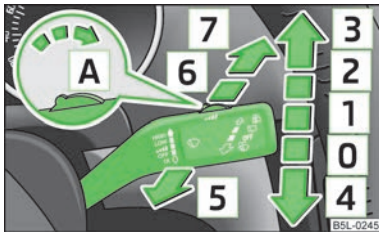

Fig. 36
- Când ștergătoarele funcționează încet [2] » fig. 36 la pagina 50 sau rapid [3] și viteza de deplasare a autovehiculului se reduce sub 4 km/h, se va comuta automat pe o treaptă imediat inferioară de ștergere. La creșterea vitezei peste 8 km/h se va relua ștergerea existentă anterior.
- Dacă doriți să ștergeți parbrizul **scurt**, apăsați maneta în poziția asistată de arc [4] » fig. 36. Dacă maneta este ținută în poziția de jos pentru mai mult de 1 secundă, ștergătorul șterge mai rapid.
- Aduceți maneta în sus, în poziția [1] » fig. 36.
- Aduceți maneta în sus, în poziția [2] » fig. 36.
- Aduceți maneta în sus, în poziția [3] » fig. 36.
- Trageți maneta spre volan în poziția asistată de arc [5] » fig. 36, instalația de spălare funcționează imediat, ștergătoarele de parbriz vor intra în funcțiune ceva mai târziu. La o viteză peste 120 km/h instalația de spălare și ștergătoarele de parbriz vor acționa concomitent.
- Aduceți maneta în poziția [1] » fig. 36.
- Apăsați maneta în sens opus volanului, în poziția [6] » fig. 36, ștergătorul șterge la fiecare 6 secunde.
- Apăsați maneta în sens opus volanului, în poziția asistată de arc [7] » fig. 36, instalația de spălare funcționează imediat, ștergătorul de parbriz intră în funcțiune ceva mai târziu. Ștergătorul și instalația de spălare funcționează atât timp cât se menține maneta în această poziție.
- Aduceți maneta la loc, în poziția de bază [0] » fig. 36.
Când maneta ștergătoarelor de parbriz se află în poziția  » fig. 36 la pagina 50, respectiv , la o viteză mai mare de 5 km/h, se va realiza o ștergere a lunetei, la fiecare 30 secunde, respectiv 10 secunde.
- Apăsăți de cinci ori succesiv în interval de 5 secunde, maneta de operare în poziția  » fig. 36 la pagina 50.
Pentru spălarea farurilor, după fiecare prima și a cincea spălare a parbrizului se vor spăla și farurile; pentru aceasta farurile trebuie să fie aprinse și maneta de acționare a ștergătoarelor de parbriz trebuie să fie menținută cca. 1 secundă în poziția  » fig. 36 la pagina 50.
- Apăsăți apoi în interval de 10 secunde maneta ștergătoarelor în poziția **4** » fig. 36 la pagina 50 - brațele ștergătoarelor adoptă poziția de service.